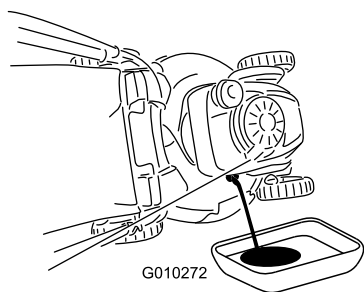

Рисунок 45
4. Переверните газонокосилку на одну сторону таким образом, чтобы воздушный фильтр был направлен вверх, для слива отработанного масла через маслозаливную горловину (Рисунок 45).